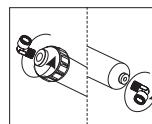

Рис. 4
4) Выкрутить муфты из старого картриджа (на входе и выходе воды). (Рис. 4).